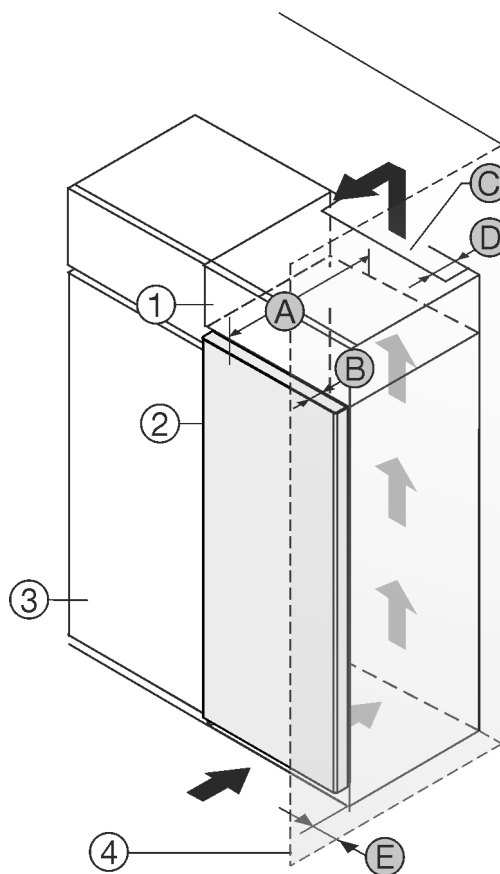

Fig. 1
Urządzenie można ustawić bezpośrednio obok szafki kuchennej Fig. 1 (3)\*
Na tylnej ścianie szafki nasadzonej wymagany jest wywiewny kanał wentylacyjny o głębokości Fig. 1 (D) na całej szerokości szafki.\*
Pod sufitem pomieszczenia należy zachować przekrój wentylacyjny Fig. 1 (C).\*
Jeżeli urządzenie będzie ustawiane z zawiasami do ściany Fig. 1 (4), to pomiędzy urządzeniem i ścianą należy zachować minimalny odstęp, wynoszący 13 mm.\*
Jeżeli urządzenie będzie ustawiane z zawiasami do ściany Fig. 1 (4), to pomiędzy urządzeniem i ścianą należy zachować minimalny odstęp, wynoszący 20 mm.\*
By móc całkowicie otworzyć drzwi, urządzenie musi wystawać przynajmniej o głębokość drzwi Fig. 1 (B) za front szafki kuchennej. W zależności od głębokości szafek kuchennych Fig. 1 (3) oraz od zastosowania elementów dystansowych urządzenie może wystawać jeszcze bardziej.\*